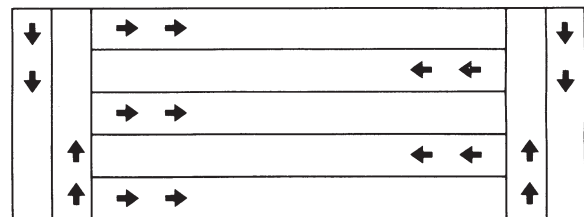

FIGURA 25
4. Para una aplicación más fácil, aplique el material primero a ambos extremos del área. Dos o tres pases sobre cada extremo son suficientes. Entonces aplique el material hacia adelante y hacia atrás como se muestra. Use las áreas de los extremos para dar la vuelta, cerrando el esparcidor cuando entre en el área y volviéndolo a abrir nuevamente cuando sale de las áreas de los extremos para hacer el siguiente paso. Vea la Figura 25.